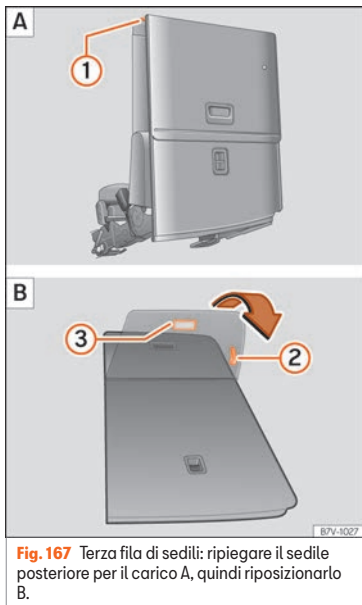

Fig. 167 Terza fila di sedili: ripiegare il sedile posteriore per il carico A, quindi riposizionarlo B.
- Se necessario, tirare la leva » fig. 167 ❷ per spostare il sedile verso la posizione desiderata.
- Quando il sedile è ripiegato non deve essere occupato da nessuno, neppure da bambini » ❸.
- Rimuovere gli oggetti dal vano piedi situato davanti e dietro il sedile posteriore » ❶.
- Tirare la leva » fig. 167 ❶ verso l'alto e piegare lo schienale in avanti. Il sedile posteriore si piega in avanti » ❷ e il cuscino si sposta anch'esso in avanti.
- Tirare l'asta » **fig. 167 ②** per riposizionare il vassoio del sedile.
- Tirare la maniglia » **fig. 167 ③**. Il sedile completo si piega indietro.